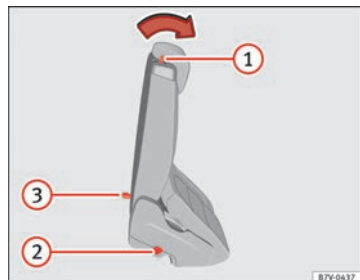

Fig. 82 Seconda fila di sedili: comandi dell'accesso facilitato.
- Togliere eventuali oggetti dal vano piedi della seconda fila di sedili ⇒ ④.
- Spingere la leva ⇒ fig. 82 ① in avanti e abbattere lo schienale del sedile posteriore. Il sedile posteriore si può abbattere completamente in avanti ⇒ ⑤ e si può spostare ulteriormente in avanti in senso longitudinale.
- Entrare e uscire dal veicolo con cautela ⇒ ⑤.
- Alzare lo schienale del sedile posteriore verso l'alto in posizione verticale. Il sedile completo si piega indietro ⇒ ⑤.
- Il sedile posteriore deve essere fissato correttamente: in questo modo è assicurata l'azione protettiva delle cinture di sicurezza nei sedili posteriori. La tacca rossa ⇒ fig. 82 ② non deve essere visibile ⇒ ⑤ in Ripegliare i sedili posteriori per utilizzarli come superficie di carico a pagina 136.
Se la leva ⇒ fig. 82 ① non funziona, ad esempio dopo un incidente, dalla terza fila è possibile piegare in avanti i sedili della seconda fila per facilitare l'uscita dalla terza fila di sedili ⇒ ⑤.
- Tirare la maniglia ⇒ fig. 82 ③ all'indietro e abbattere lo schienale del sedile posteriore. Il sedile si piega interamente in avanti ⇒ ⑤.
- Una tacca rossa sul lato del sedile ⇒ **fig. 82** ② indica che lo schienale non si è bloccato. Quando lo schienale è correttamente incastrato, la tacca non è visibile.